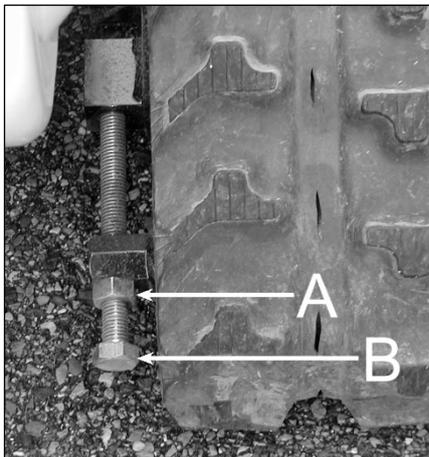

Figure 26
2. Dévissez le contre écrou (A, Figure 26).
4. Vissez la noix (A, Figure 26).